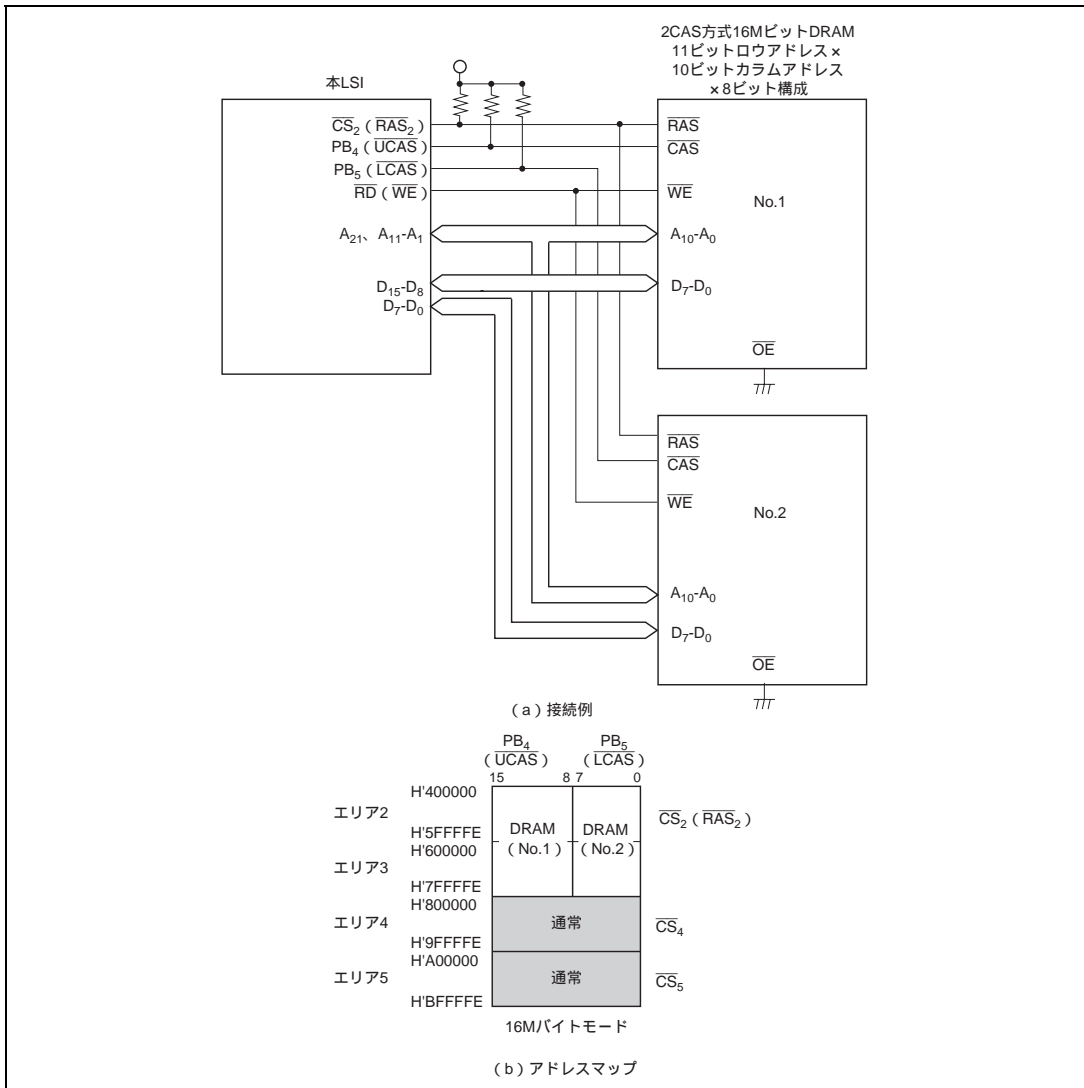

図 6.32 ×8ビット構成の16MビットDRAMの接続例とアドレスマップ
- (2) 図6.32に×8ビット構成の16MビットDRAMを2個使用する場合の接続例とそのアドレスマップを示します。本例では11ビットロウアドレス×10ビットコラムアドレスのタイプのものを使用しています。 \overline{CS}_2 端子をエリア2およびエリア3に共通の \overline{RAS} 出力端子として使用しています。本例のように \overline{DRAM} のアドレス空間が複数エリアにまたがって連続する場合、DRAS2~0の設定により、一本のCS端子が複数エリアに共通の \overline{RAS} 出力端子として使用でき、アドレス空間が最大4エリアにまたがる大容量DRAMを直接接続することができます。この場合不要となるCS端子（本例では \overline{CS}_3 端子）は入出力ポートとして使用することができます。